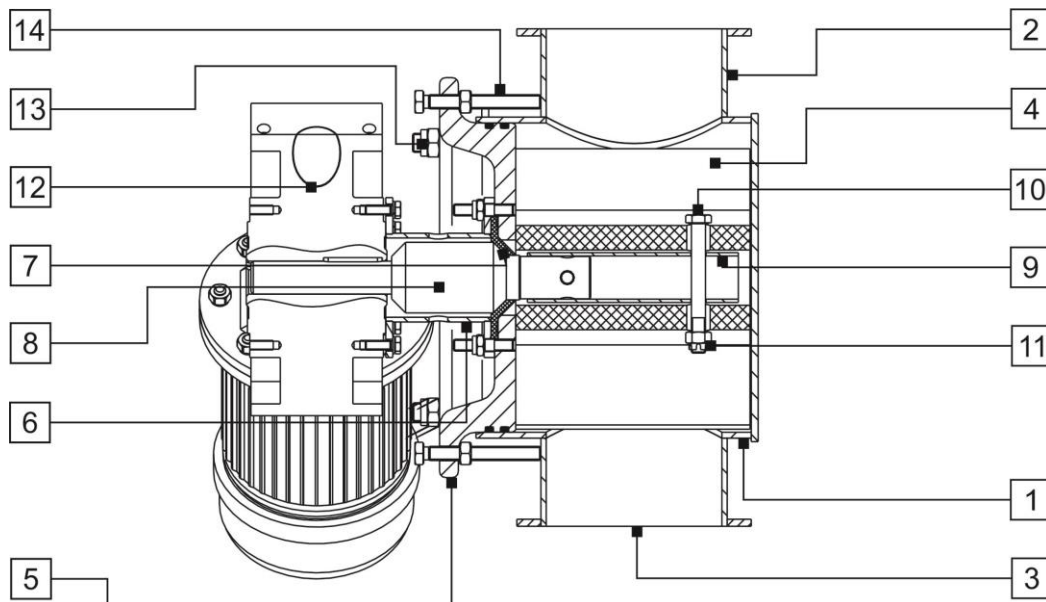

Рис. 11.а
В изделии применяются: шлюзовой затвор пыли (Рис. 11.а), шлюзовой затвор БГ-20 выдачи минерального порошка и агрегатированный с ним шлюзовой затвор «крупки» (Рис. 11.б).
Шлюзовой затвор пыли (Рис. 11.а) состоит из корпуса (1) с загрузочным (2) и разгрузочным (3) патрубками. Внутри корпуса (1) расположен эластичный ячеистый ротор (4). С одной стороны корпуса (1) установлена глухая крышка, с другой - крышка подвижная (5).
Шлюзовой затвор БГ-20 выдачи минерального порошка и агрегатированный с ним шлюзовой затвор «крупки» (Рис. 11.б) состоят из большого (1) и малого (2) корпусов, оснащённых загрузочными (3, 4) и разгрузочными (5, 6) патрубками. Внутри корпусов (1, 2) расположены сборный (7) и цельнолитой (8) эластичные ячейковые роторы. Корпусы (1, 2) закрыты подвижными крышками (9, 10), герметичность соединения обеспечивается резиновыми кольцами (11, 12). Роторы (7, 8) приводятся во вращение валами (13, 14) вставленными во втулку тихоходного вала мотор-редуктора (15). Для герметизации мест ввода валов (13, 14) в корпусы (1, 2) используются уплотнения (16, 17). Мотор-редуктор (15) сопряжён с крышками (9, 10) посредством соединительных элементов «катушка» (18, 19).